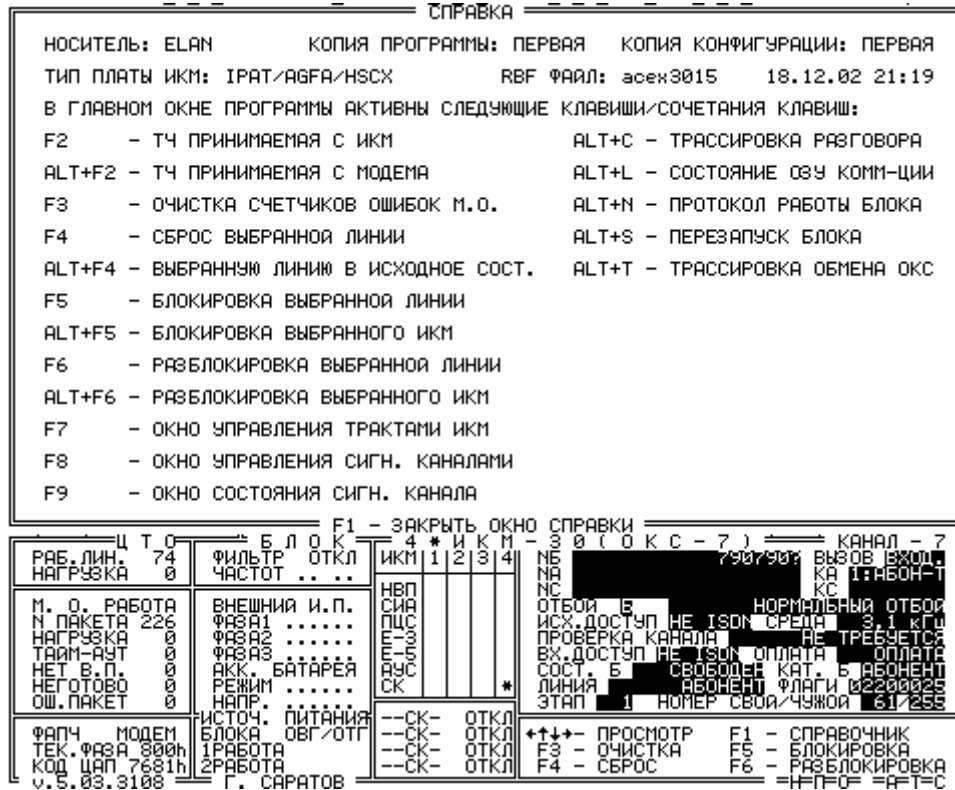

Рис. 10. Окно справки
3.9. При нажатии клавиши F1 в главном окне программы, вызывается окно справки, показанное на рис. 10. Оно содержит следующую информацию: